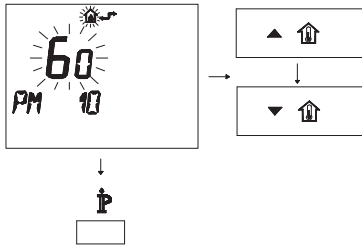

Figura 5.56
- Per modificare il SET programmato agire sui pulsanti  $\blacktriangle$   $\uparrow$  o  $\blacktriangledown$   $\uparrow$  e aspettare che il numero programmato cominci a lampeggiare (Figura 5.56).